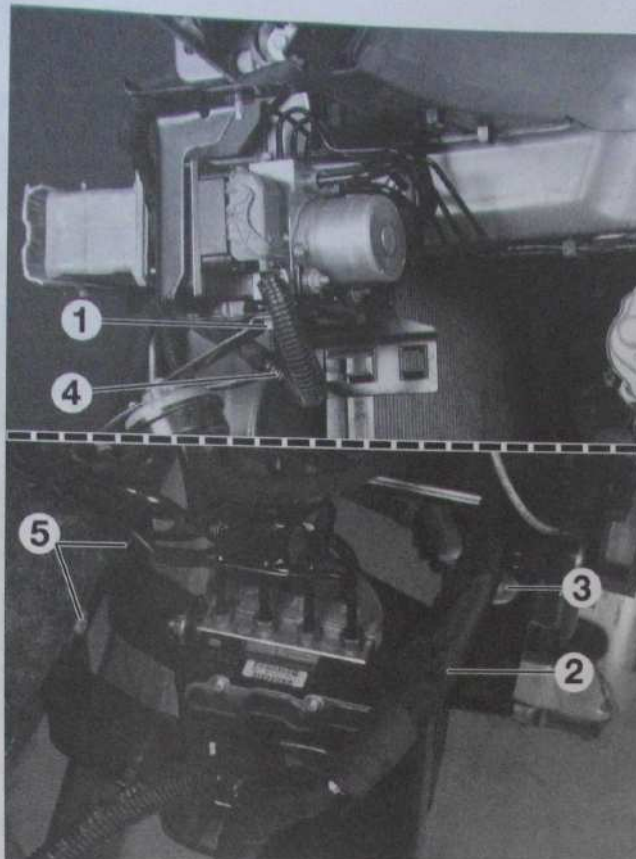

Fig. 24
- l'écrou (1) (Fig.24).
- Dégrafer le faisceau électrique (2).
- Déposer la vis (3).
- Dégrafer le faisceau électrique (4).